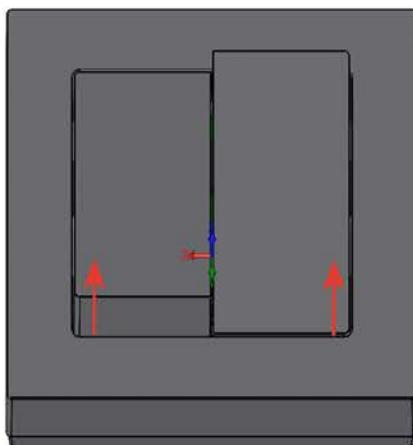
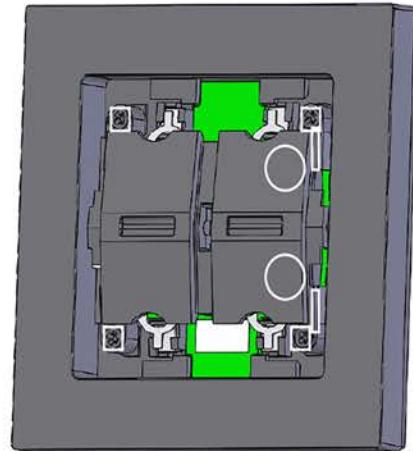
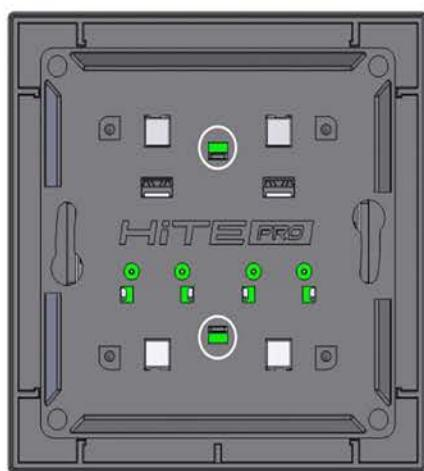

Рис.1
Рис.3
Рис.4
Снимите клавиши с выключателя, подцепив и потянув их по направлению стрелок ближе к краю клавиши (рис. 1). Закрепите устройство на любой плоской поверхности с помощью саморезов или двухстороннего скотча. Установите в защелки поверх закрепленного радиовыключателя соответствующую рамку (рис. 2 - обведено овалом). Установите клавиши обратно на крепления (рис.2 - обведено кругом). Возможна установка выключателя в единую многопостовую рамку соответствующей серии, вместе с другими устройствами этой серии. Для демонтажа рамки удерживайте внутреннюю часть выключателя в отмеченной кругом на рис. 3 области и потяните рамку на себя, дополнительно надавите плоским предметом на защелку (рис. 3 обведено прямоугольником).
Снимите клавиши с выключателя, подцепив и потянув их по направлению стрелок ближе к краю клавиши (рис. 1). Выкрутите четыре винта (рис. 3 - обведено квадратом). Снимите пластиковую накладку потянув её в противоположенную сторону от основания выключателя, дополнительно надавите плоским предметом на защелку (рис. 4 - обведено кругом). Замените элемент питания и соберите выключатель в обратном порядке. Важно, винты следует затягивать без усилия.
- 1.) Затягивать четыре винта обведенные квадратом рис.3 следует без усилия, до момента соприкосновения шляпки винта с верхней точкой элемента крепления. 2.) Клавишу в модификация 1\2 следует устанавливать так, чтобы в отжатом состоянии она не прижимала кнопку на плате выключателя.